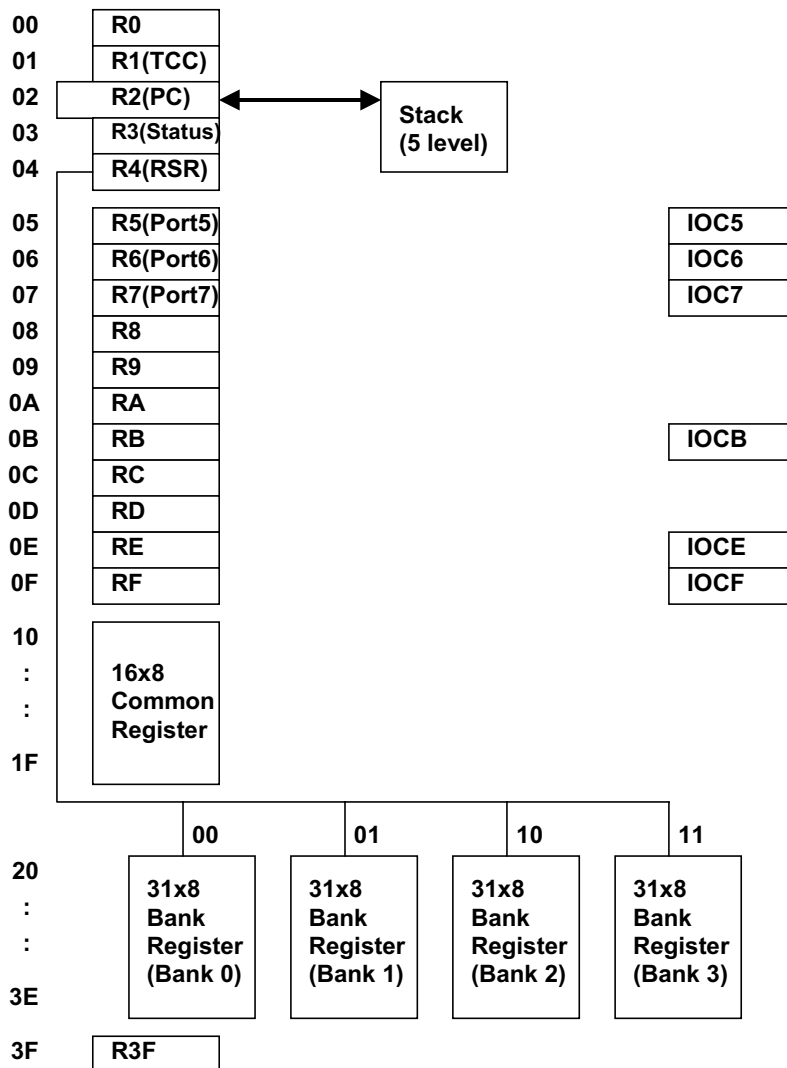

图 4 数据存储器分配图
- **第 7 位 (GP)** 通用读写位。
- 参见图 4 数据存储结构图。